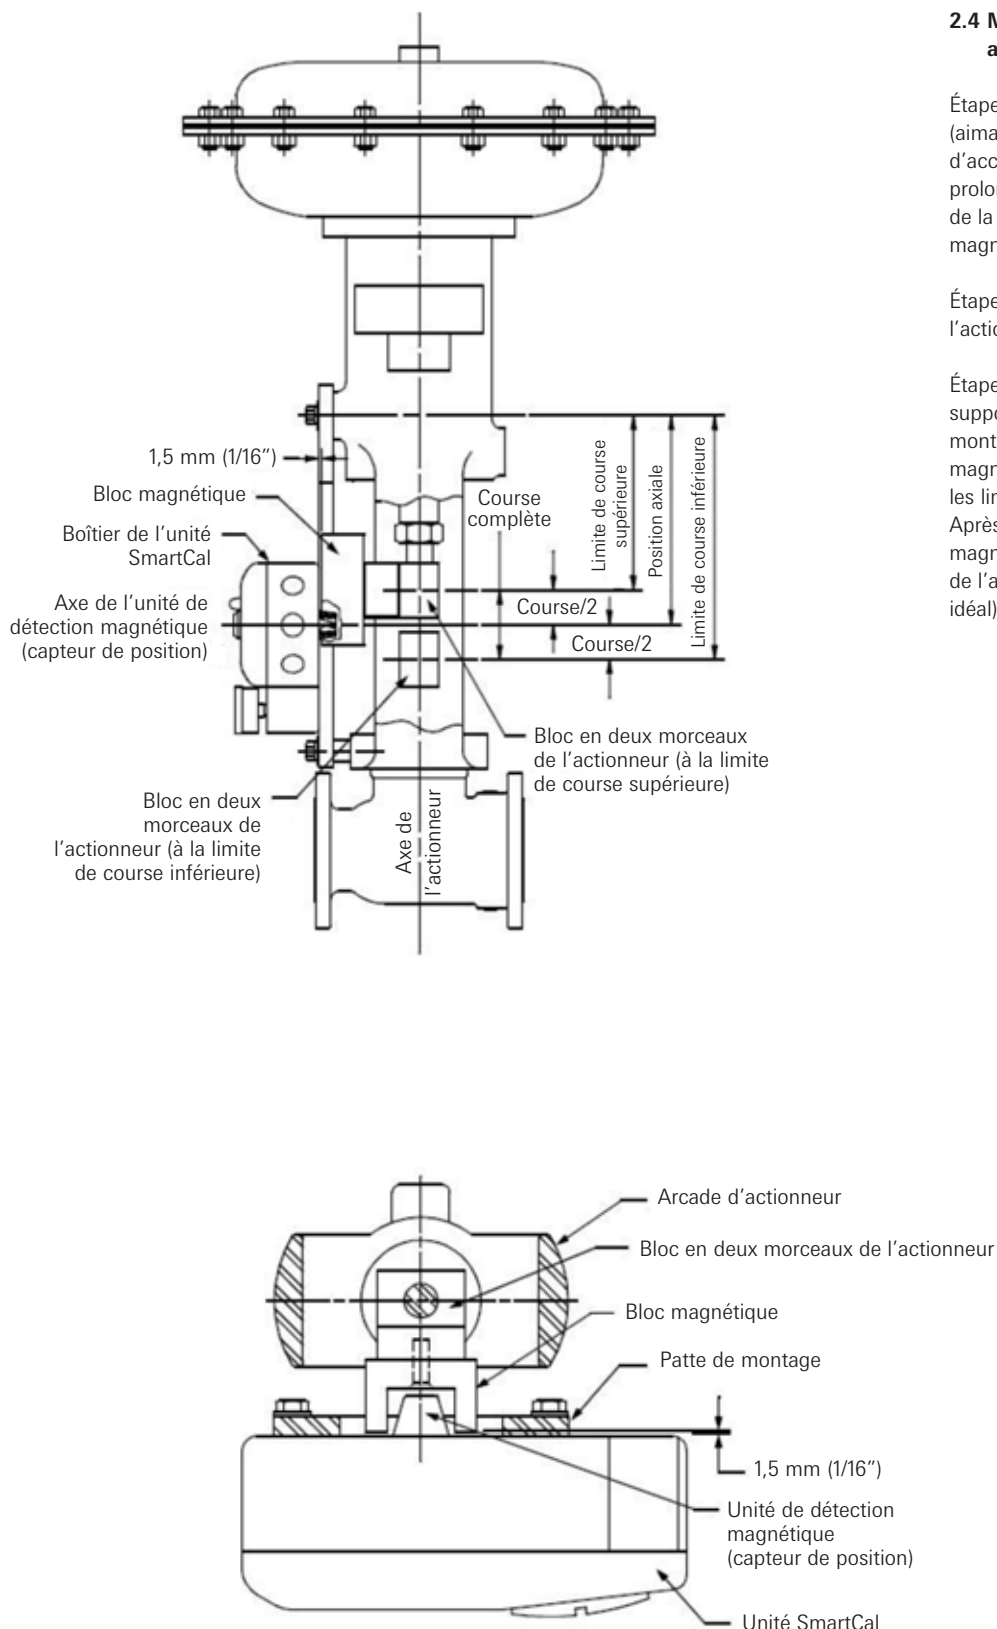

Figure 2-4 A
Étape 3. Monter le positionneur sur le support de montage. Le positionneur doit être monté de telle sorte que l'unité de détection magnétique du positionneur soit centrée entre les limites de l'arcade du bloc magnétique. Après le montage du positionneur, le bloc magnétique doit être à environ 3 mm (1/8") de l'arrière du positionneur (1,5 mm (1/16") est idéal), (Voir la Figure 2-4 A).